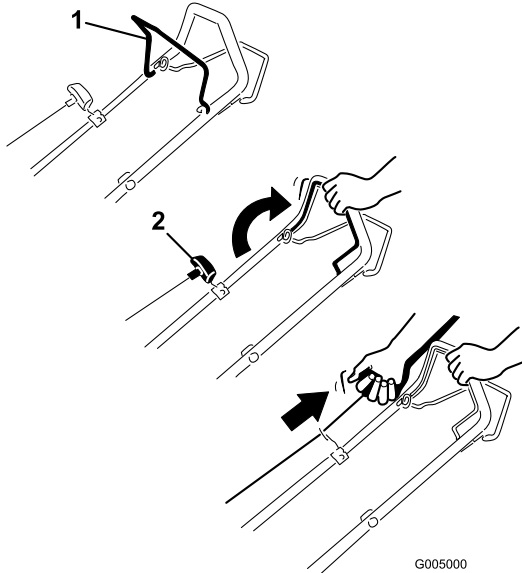

Figure 10
1. Maintenez la barre de commande de la lame contre le guidon (Figure 10).
2. Tirez lentement la poignée du lanceur jusqu'à ce que vous sentiez une résistance, puis tirez vigoureusement. Laissez le lanceur se rétracter lentement jusqu'à la poignée (Figure 10).